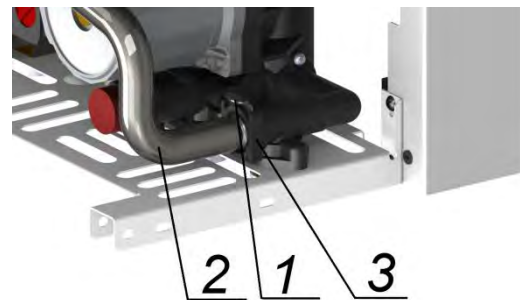

Рис. 19. Демонтаж клапана байпаса
- 4) снять скобу 1 крепления выходной трубы (см. Рис. 19);